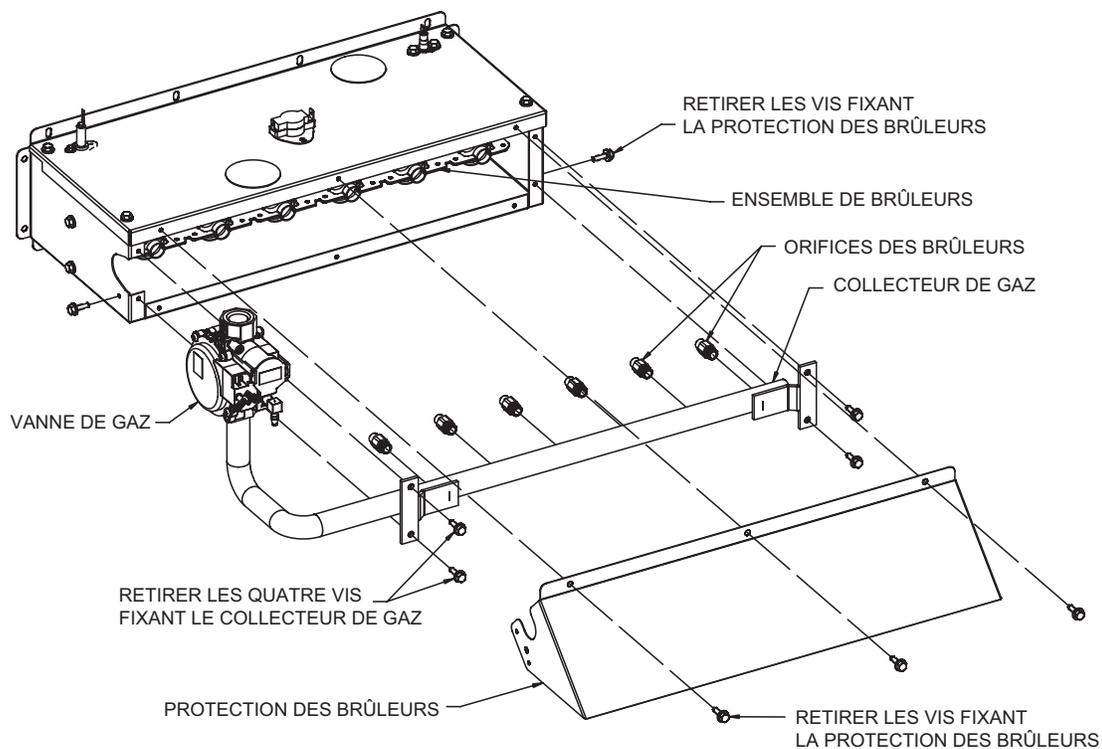

Figure 1
- 6 - Retirer les vis fixant la protection ou le diffuseur d'air au boîtier des brûleurs. Voir Figures 1 et 2.
- 7 - Retirer les vis sur le collecteur de gaz qui maintiennent le collecteur sur le boîtier des brûleurs. Voir Figure 1.